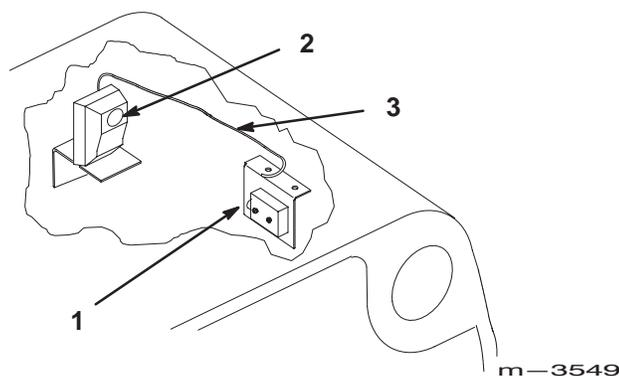

Figure 93
2. Ouvrez le volet, essuyez les lentilles de l'émetteur et du récepteur avec un chiffon propre ou une serviette en papier (Fig. 93).
3. Pour contrôler le bon fonctionnement du capteur, tournez la clé de contact en position contact établi et embrayez la Pdf, mais ne mettez pas le moteur en marche. Placez un morceau de carton épais devant l'émetteur pour bloquer le faisceau lumineux (Fig. 93). Le signal sonore doit se déclencher.